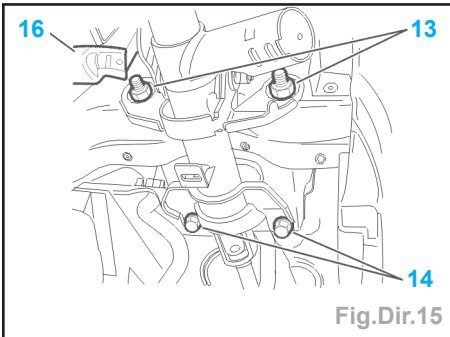

Fig.Dir.15
• les écrous (13) (Fig.Dir.15),
• les vis (14),
- visser sans serrer les écrous (13) et les vis (14) (Fig.Dir.15),
- déverrouiller le mécanisme de réglage (16),
- serrer les écrous (13) à 4 m.daN,
- verrouiller le mécanisme de réglage (16),
- serrer les vis (14) à 4 m.daN.